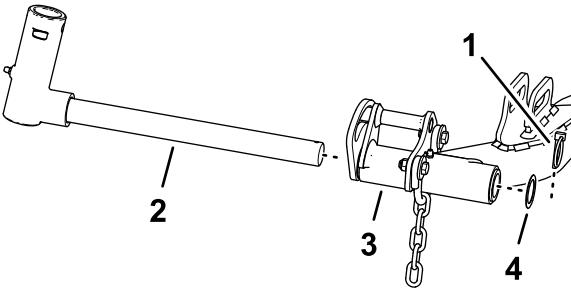

Bild 26
1. Nehmen Sie den Klappstecker und die Unterlegscheibe ab, mit denen die Gelenkrolle des Hubarms am Hubarm befestigt ist. Schieben Sie die Gelenkrolle des Hubarms aus dem Hubarm (Bild 26).